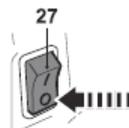

Fig. 27
- Relâchez la gâchette d'accélération (3) et laissez l'appareil fonctionner au ralenti pendant 10 -15 seconds.
- Tournez l'interrupteur (27) pour le placer sur la position '0' (Position fermé) (Fig. 27)